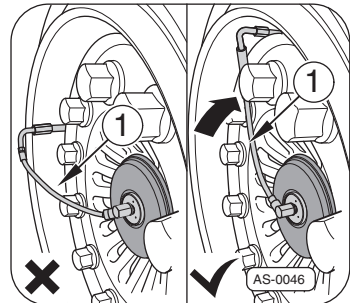

Fig. 6 · Installation de la conduite de raccordement
1. Commencer par fixer la conduite de raccordement ⇒ Fig. 6 sur la valve du pneu. Si nécessaire, utiliser un prolongateur de valve ou modifier la valve.